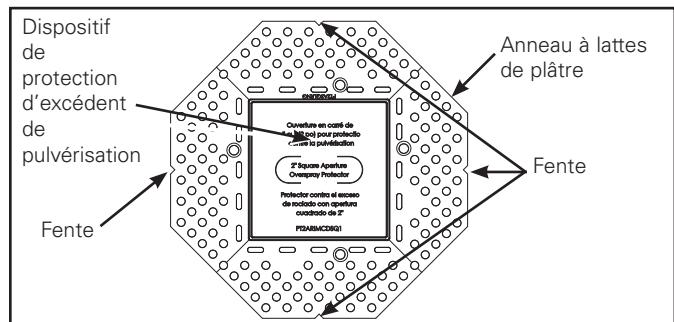

Figure 1.
- Localiser les encoches sur le rebord extérieur de la bague de rotation (voir figure 1).